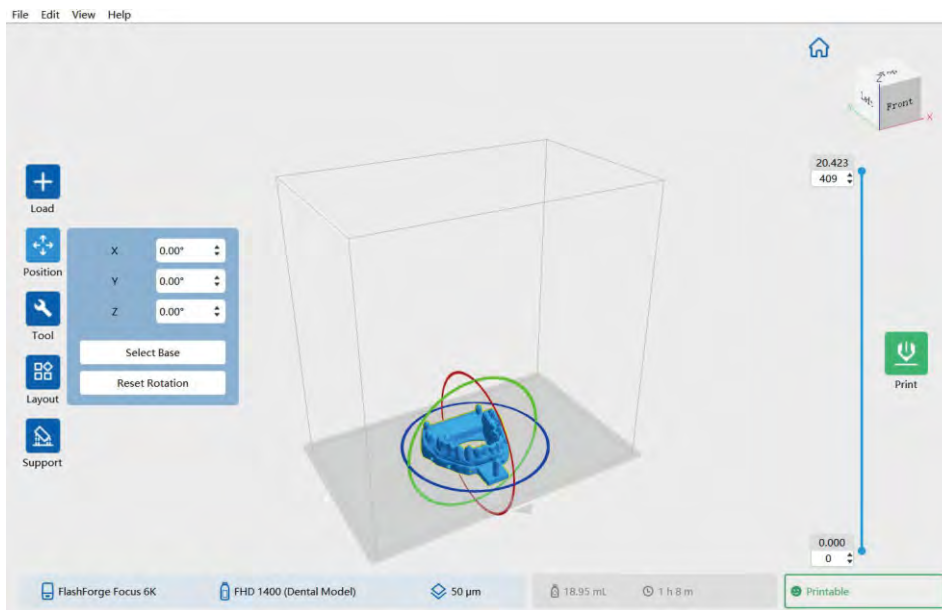

図58
4.モデルを選択したら、図 58 のようにソフトウェアのメニューバーから [Position] - [Select Base] をクリックし、モデルがベースとうまく接触していることを確認します。